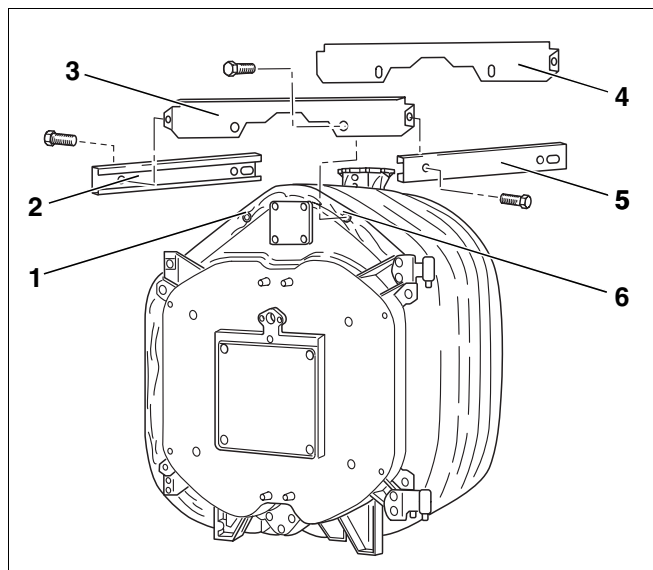

Fig. 36
- Fastgør den forreste tværtravers foroven (Fig. 36, **pos. 3**) på beslaget (Fig. 36, **pos. 1 og 6**), og skru den fast med sekskantskruer (M 8 x 12). Ombukket på den forreste travers skal vende fremad.
- Fastgør den bageste tværtravers foroven (Fig. 36, **pos. 4**) på beslaget, og skru den fast med sekskantskruer (M 8 x 12). Ombukket på den bageste travers skal vende bagud.
- Sæt længdetraverserne (Fig. 36, **pos. 2 og 5**) på tværtraverserne fra siden, og skru dem fast med pladeskruer. Ombukkene på længdetraverserne vender indad, mens langhullerne vender hen mod kedsiden af kedlen.